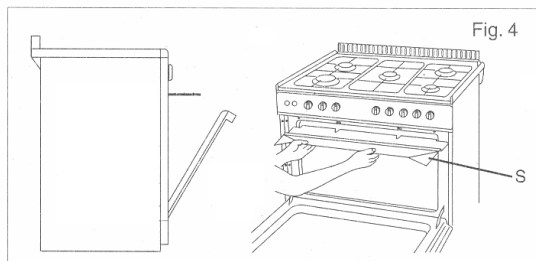

Fig. 4
Le grilloir doit toujours être utilisé avec porte entrouverte (en correspondance du premier déclenchement de la charnière), et le déflecteur pour la protection des manettes installé (fig. 4).
- Mettre en place l'écran **S** de protection de manettes et placer la porte en position entre ouverte (seulement pour les fours avec la manette du thermostat combiné au commutateur du four, voir fig. 4).